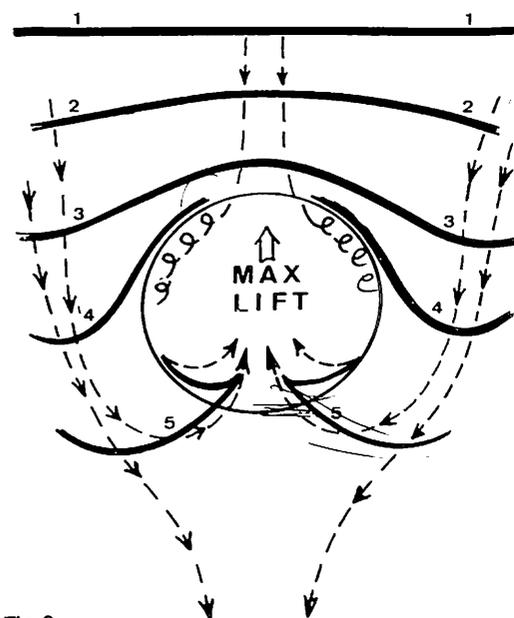

Fig 2
La fig. 2 mostra un diagramma estremamente semplificato di come una termica in formazione può incorporare l'aria esterna nella sua circolazione.
La salita pretermica che lo causa appare in fig. 2 come una flessione delle linee (2) e (3).